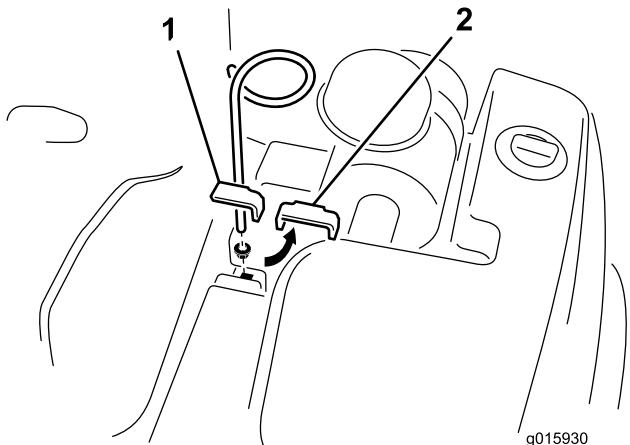

Figure 6
- Retirez le boulon, la rondelle et l'écrou qui fixent l'attache supérieure du réservoir hydraulique au cadre (Figure 6). Déposez et mettez au rebut l'attache, le boulon, la rondelle et l'écrou.
- Fixez le guide-flexible avec l'écrou à embase fourni. Positionnez le guide-flexible comme illustré à la Figure 6.